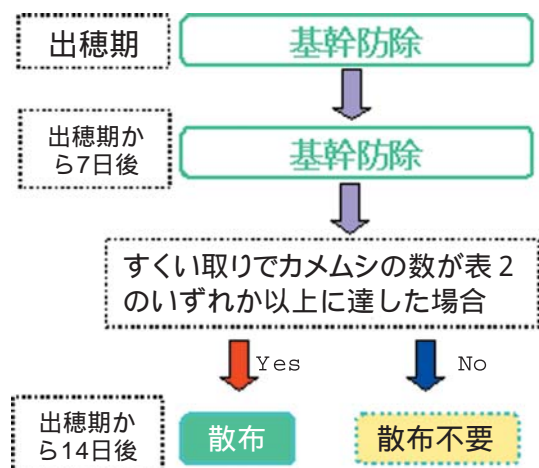

図4 モニタリングを利用したカメムシ防除体系
- ① 出穂期とその7～10日後の2回は防除を必ず行う。
- ② 3回目以降の防除適否は、出穂期、その後7日後および11～12日後に水田内すくい取りを行い、表1の基準のいずれかに達すれば、3回目の防除を実施する (図4)。